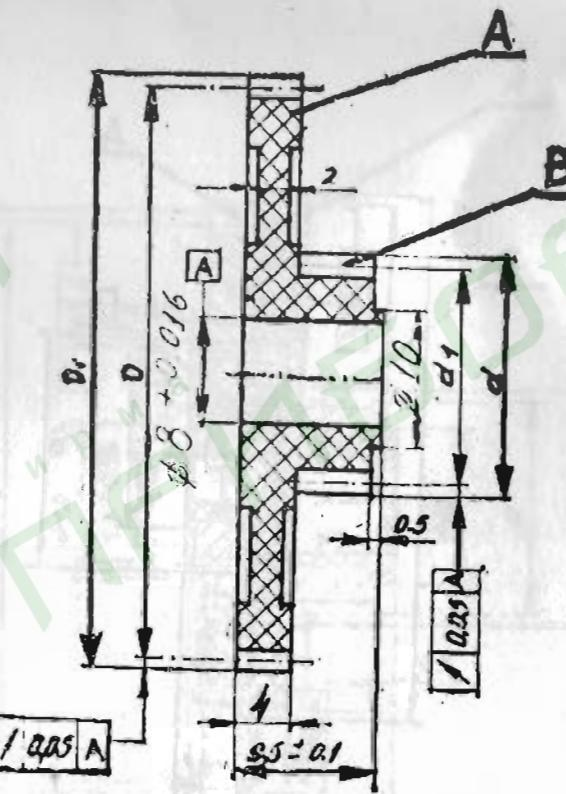

Рис. 4
Размеры сменяемых зубчатых блоков приведены на рис. 4, 5 и 6. Ручной привод воздушного клапана осуществляется с помощью редуктора следующим образом при прижатии маховика к кожуху (9) конус (21) выталкивает зубчатый блок (6) вниз, который выходит из зацепления с зубчатым блоком (4). При этом два конусных зубчатых колеса, расположенных в зубчатом блоке (6) и на конусе (21) приходят в зацепление. Таким образом прекращается связь с двигателем и редуктором. При обратном движении маховика пружина (5) перемещает зубчатый блок (6) вверх и он приходит в зацепление с зубчатым блоком (4). Ручной привод можно привести в действие при любом положении регулирующего органа и независимо от того работает электрический двигатель или нет.